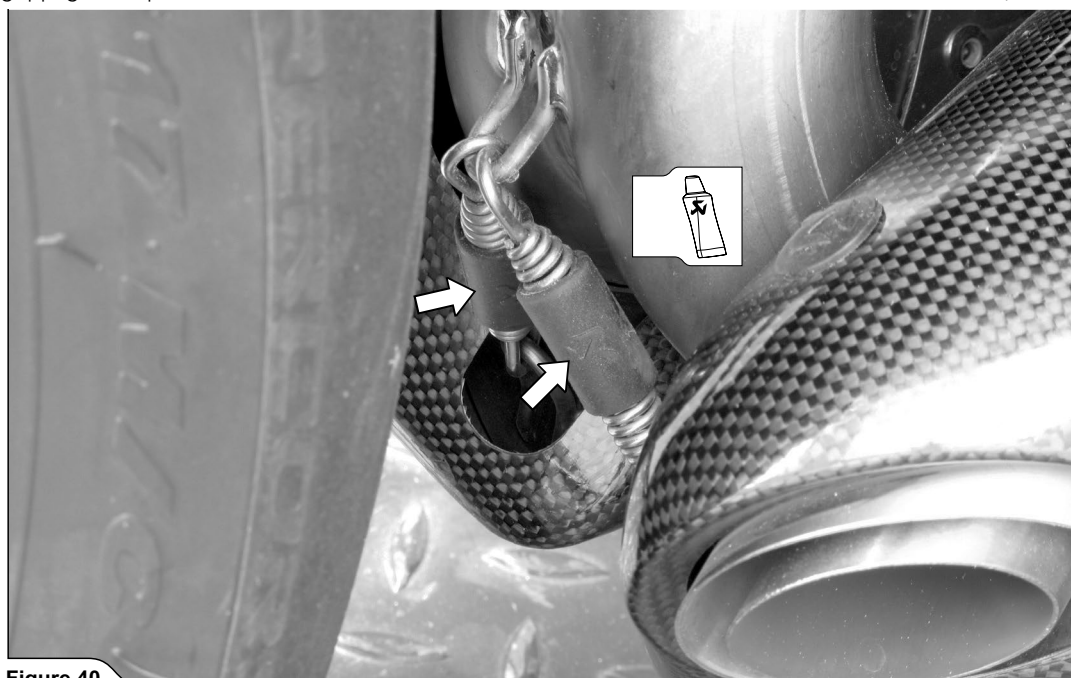

Figure 40
10. Faire coulisser les silencieux sur les sorties du collecteur, serrer à la main les boulons des brides des silencieux et accrocher les ressorts (Figure 40).
10. Die Schalldämpfer auf die Krümmerausgänge schieben und die Schrauben der Schalldämpferbügel von Hand anziehen, dann die Federn anschließen (Figure 40).